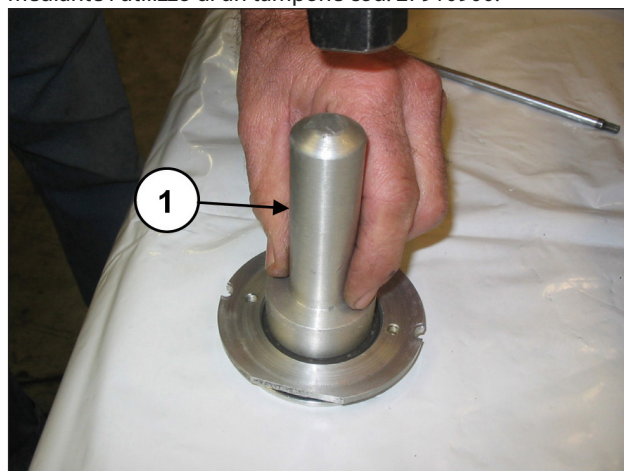

Fig. 157
Montare il paraolio nel coperchio paraolio (pos. ①, Fig. 157) mediante l'utilizzo di un tampone cod. 27910900.